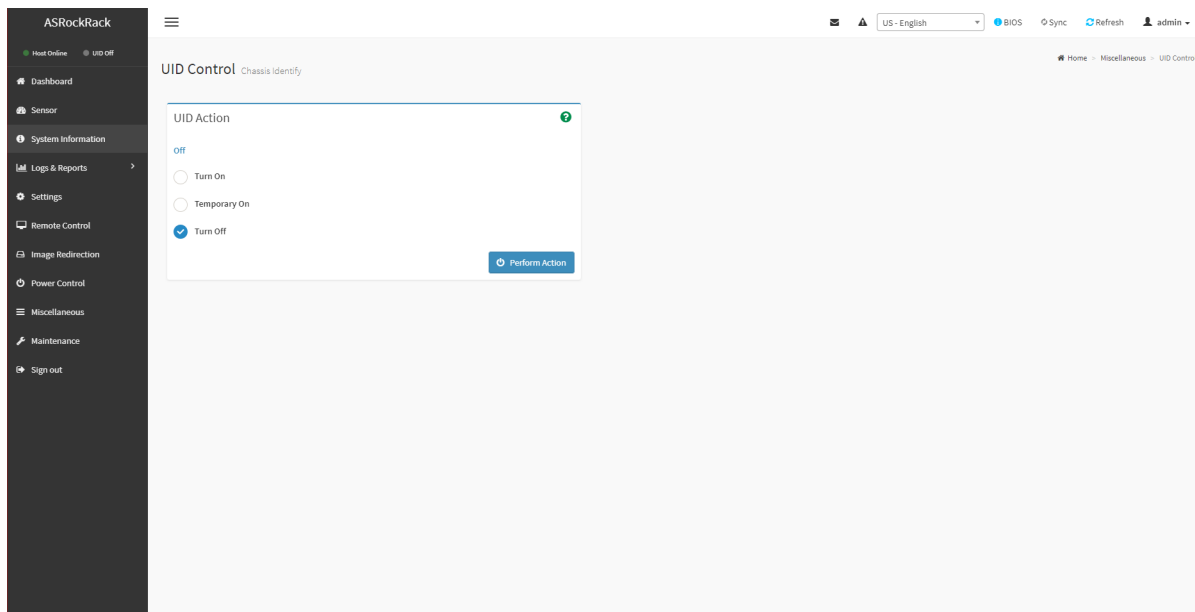

Рис. 123. Окно «UID Control»
- 7) Пройдите во вкладку «Miscellaneous» → «UID Control» в данной вкладке предоставляется пользователям различные параметры для настройки светодиода UID, который используется для определения местоположения сервера в стойке. Окно показано на рис. 123 Окно «UID Control»